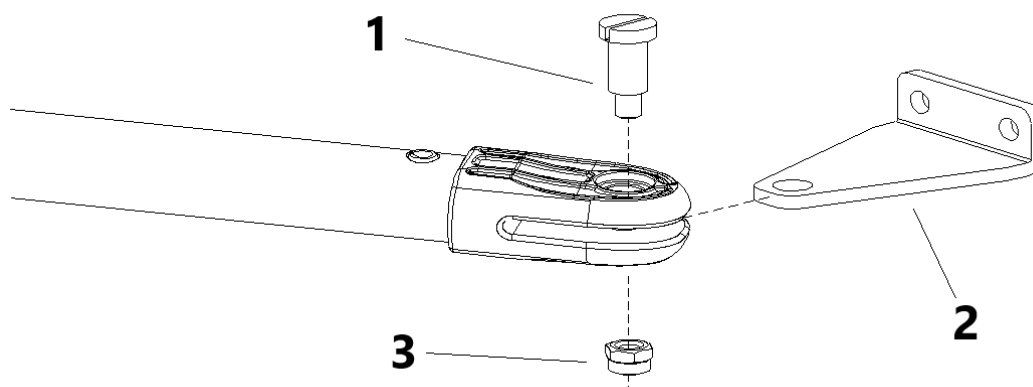

Figura 9
E) Conforme mostrado na Figura 9 abaixo, conecte o suporte de parede à parede de acordo com a posição marcada. Em seguida, conecte a unidade principal ao suporte de parede com o parafuso e a porca. (Utilize um nível de bolha para garantir o nivelamento da instalação.)